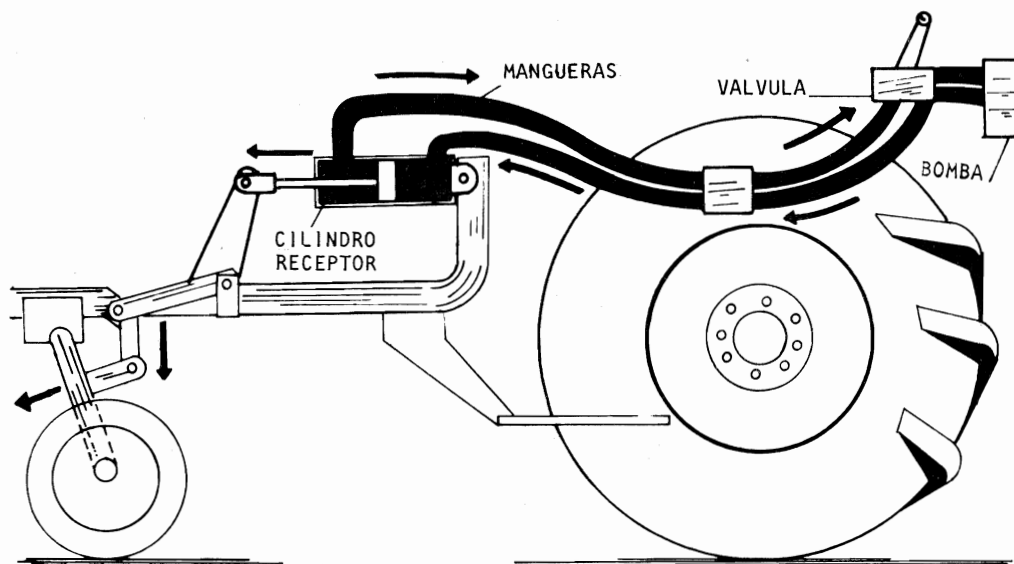

Fig. 1
- Acople el eje cardán al eje toma-fuerza, haciendo coincidir las estrías y los orificios (fig. 1).
Es la operación mediante la cual se acoplan al sistema hidráulico del tractor, mangueras que conducen aceite al cilindro hidráulico del apero para controlar desde el tractor las posiciones de trabajo y transporte. (fig. 1)